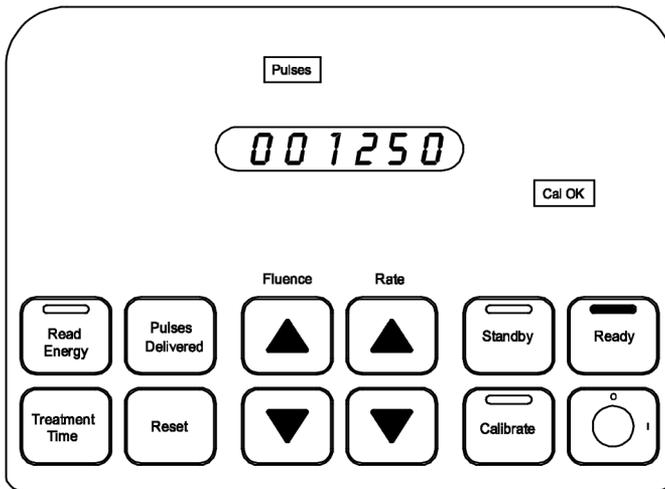

Bild 12
9. Medan excimerlasersystemet laserstrålar ackumuleras antalet pulser som genereras under ett ingrepp. Hämta totalantalet genererade pulser genom att avbryta laserstrålning och trycka på knappen **Pulses Delivered** (genererade pulser). Slutsumman visas på displayen. (Bild 12)